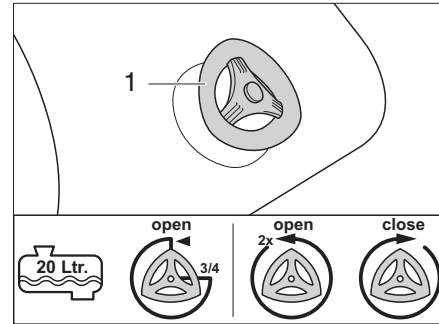

Fig. 259 Robinet de vidange
- 1/2 rempli ou moins : tourner le robinet de vidange (Fig. 259,1) de 3/4 de tour dans le sens inverse des aiguilles d'une montre.
- 3/4 rempli et plus : tourner le robinet de vidange (Fig. 259,1) de 2 tours dans le sens inverse des aiguilles d'une montre.
- Fermer le robinet de vidange (Fig. 259,1) dans le sens des aiguilles d'une montre.